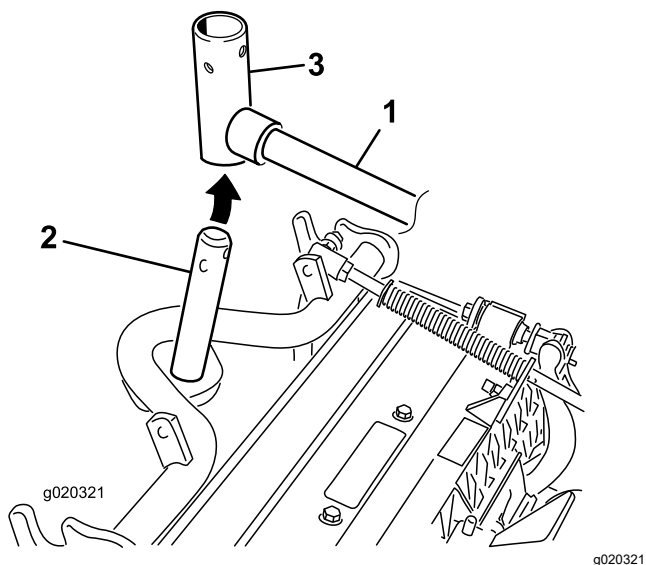

図 7
8. フロントに取り付けるカuttingユニットは、昇降アームの下に入れるときにキャリアフレームのシャフトを昇降アームのピボットヨークに挿入する 図 7。
- B. 昇降アームのヨークをキャリアフレームのシャフトに通す 図 7。